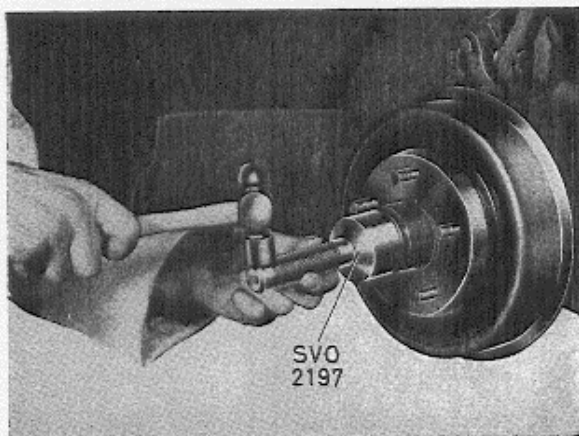
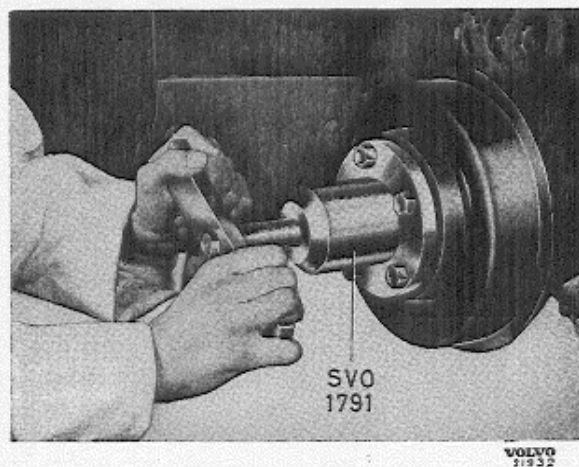
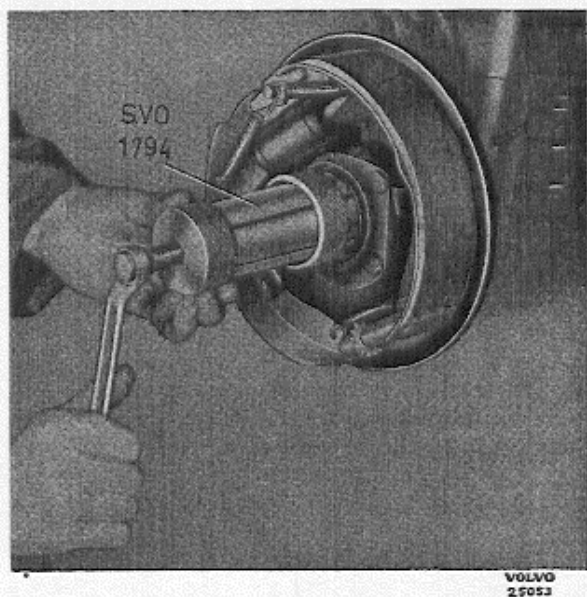

Abb. 17. Schmierkappe entfernen.
Abb. 18. Radnabe abziehen.
Abb. 19. Inneres Lager ausbauen.
2. Schmierkappe mit dem Dorn SVO 2197 (Abb. 17) abnehmen. Splint entfernen und Kronenmutter abschrauben. Radnabe mit Abziehvorrichtung SVO 1791 abziehen (Abb. 18). Falls der innere Lagerring nicht herauskommt, mit Vorrichtung SVO 1794 (Abb. 19) vom Achsschenkel abziehen.
2. Handbremse lösen. Splint entfernen und Kronenmutter abschrauben. Radnabe mit Abziehvorrichtung SVO 1791 abziehen (Abb. 18).
- Schmierkappe mit Dorn SVO 2197 (Abb. 17) abnehmen. Splint entfernen und Kronenmutter abschrauben. Radnabe mit Abziehvorrichtung SVO 1791 (Abb. 18) abziehen. Falls der innere Lagerring nicht herauskommt, mit Vorrichtung SVO 1794 vom Achsschenkel abziehen (Abb. 19).
2. Handbremse lösen. Kronenmuttern abschrauben. Radnabe mit Abziehvorrückung SVO 1791 (Abb. 18) abziehen.